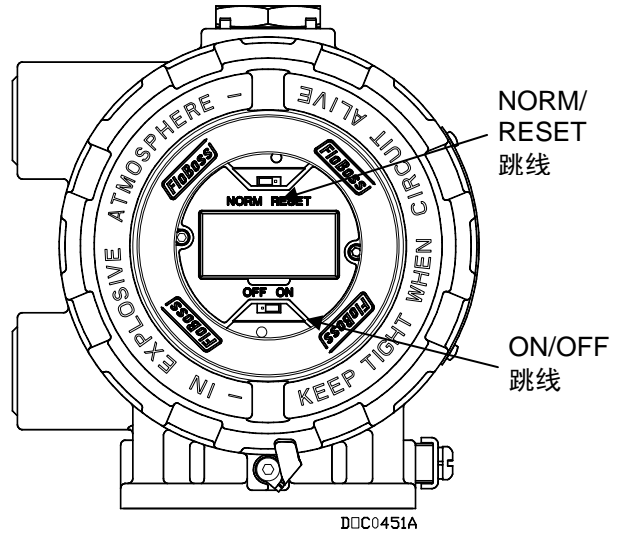
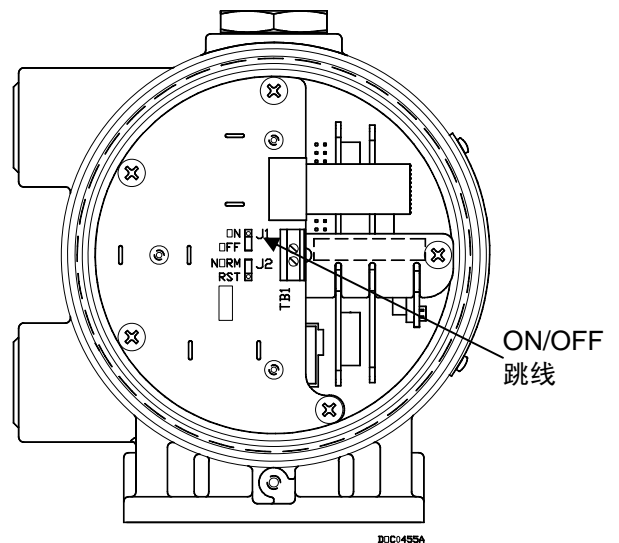

图 6. FloBoss 103 前端（带 LCD）
图 7. FloBoss 103 前端（不带 LCD）
- 将电源跳线（如果安装在或位于电池充电器板上的 J1 处，则位于 LCD）置于 ON 位置。请参阅图 6 和 图 7。